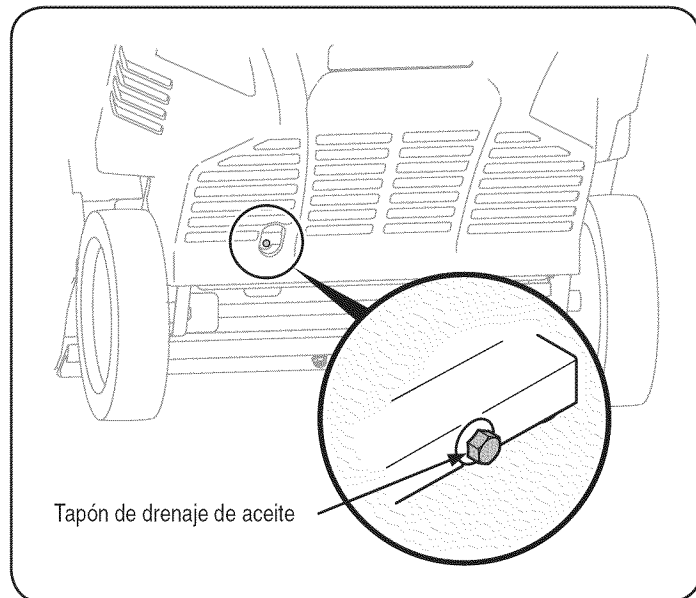

Figura 13
3. Retire el tapón de drenaje de aceite, Figura 13.